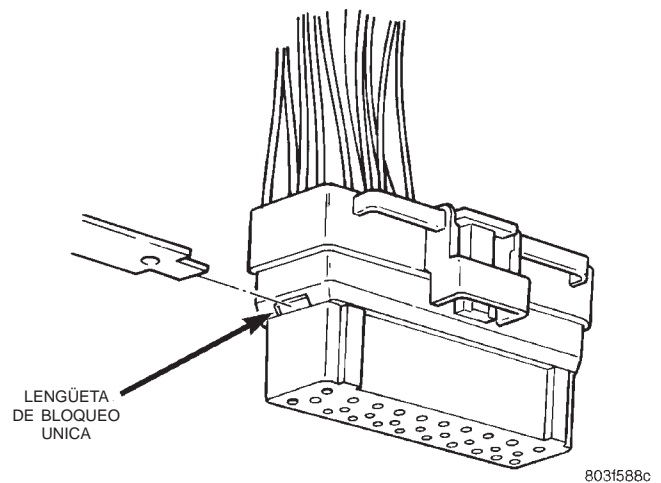

Fig. 14 Lengüeta de bloqueo única
(7) Instale el cable y el terminal en el conector. Encaje completamente el terminal en el conector.
(8) Presione la lengüeta de bloqueo única en el lateral del conector (Fig. 14).